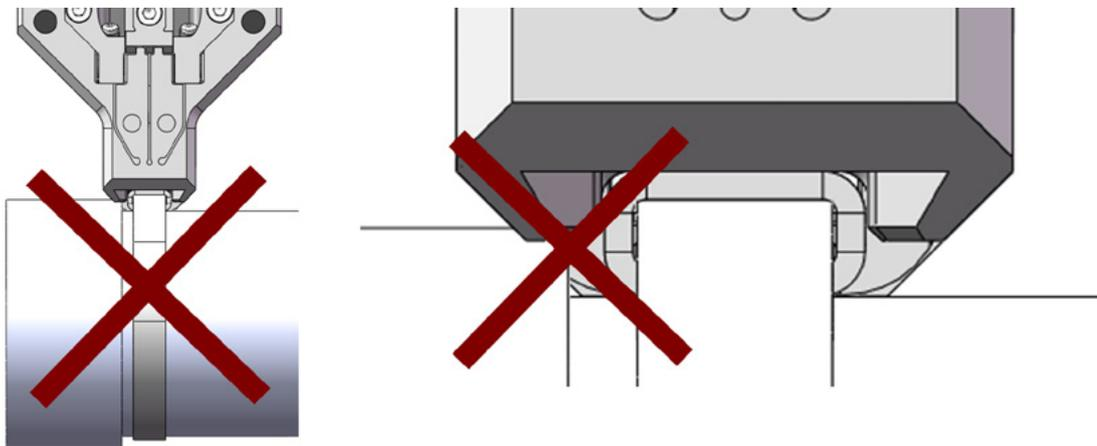

Abb. 27 Der Verstemm-Trennkopf kollidiert mit der Anwendung
- ▶ Der Verstemm-Trennkopf des FAST 3000 darf während des Schliessvorgangs keine anderen Teile als die zu schliessende WingGuard®-Klemme berühren. Die Nichtbeachtung dieser Regel kann zu mechanischen Schäden und einer schlechten Verbindungsqualität der WingGuard®-Bandklemme führen (siehe Abb. 27).